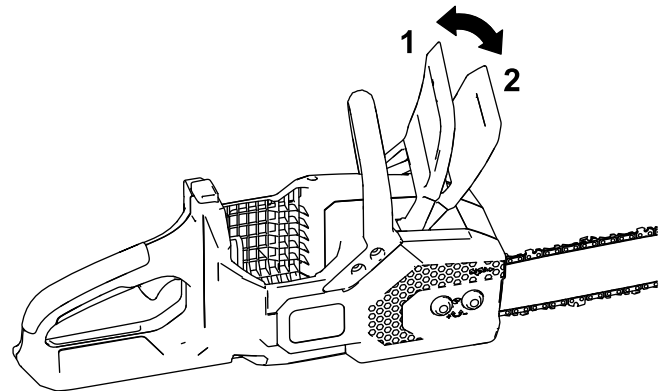

Bild 25
2. Stellen Sie die Kettenbremse nach vorne in die STOPP-Stellung, um die Kettenbremse zu aktivieren (Bild 25).
4. Stellen Sie die Kettenbremse nach hinten in die EINSATZ-Stellung, um die Kettenbremse zu deaktivieren (Bild 25).
4. Stellen Sie sicher, dass die Kettenbremse in der EINSATZ-Stellung ist (Bild 25).